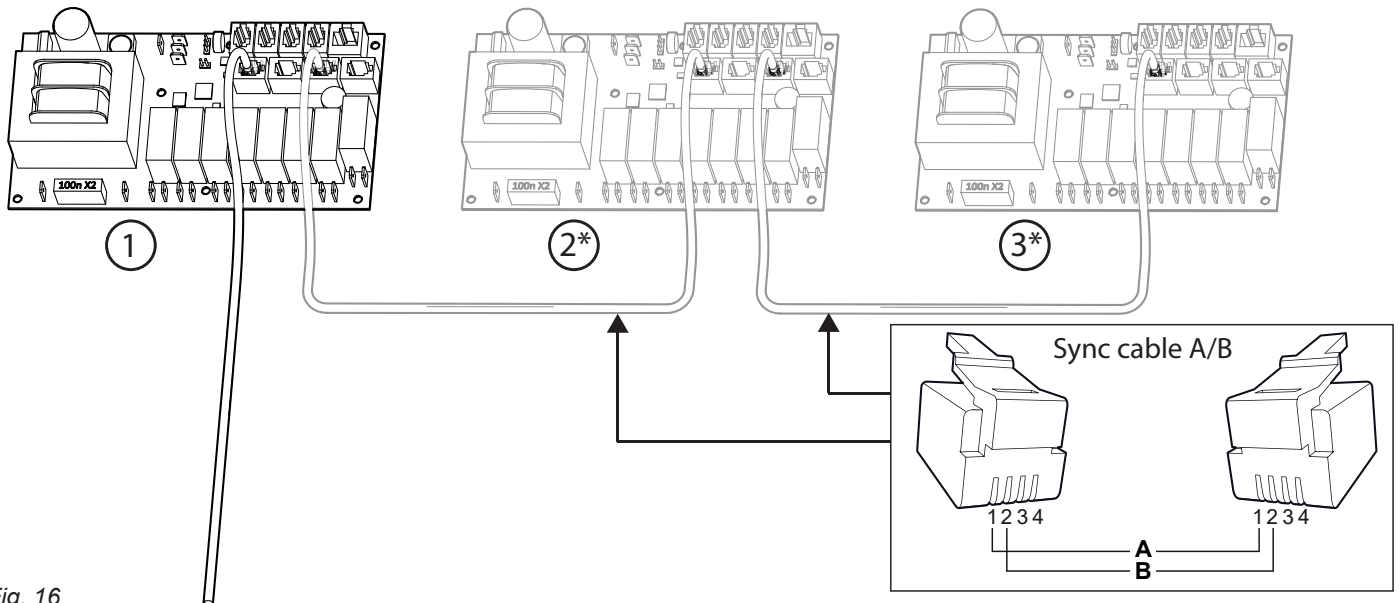

Fig. 16
För anslutning mellan generatorerna används en lågströmskabel (2-ledare, RJ10 2P4C A/B) med en RJ10 kontakt, (Fig. 16.) Se avsnitt "Beskrivning av modularkontakt" (Fig. 17) för mer information om pin-konfiguration.
Om en ånggenerator behöver service kan de andra upprätthålla drift. En generator som är inställd som secondary kopplas bort genom att ta ur sladden mellan kretskorten. (Fig. 16)
2. Lossa kabeln som leder mellan styrkorten (Fig. 16)